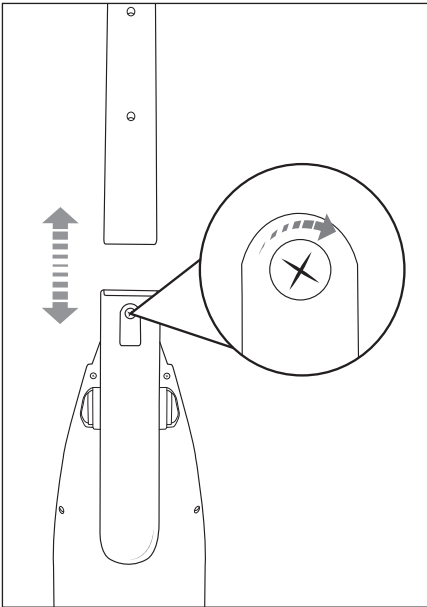

Fig. 2
- 2) Insérez le manche 11 sur le support du manche sur l'appareil. Glissez le manche 11 entièrement sur le support du manche, jusqu'à ce qu'il soit bien fixé sur l'appareil. (fig. 2).